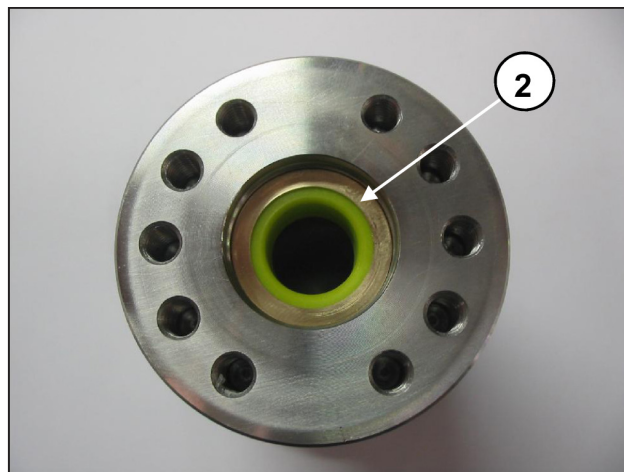
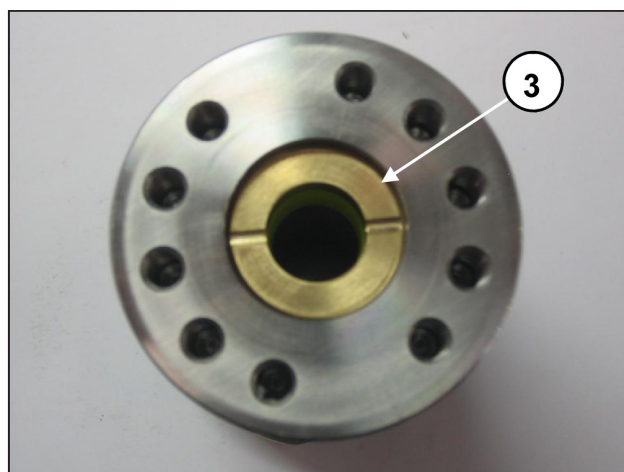
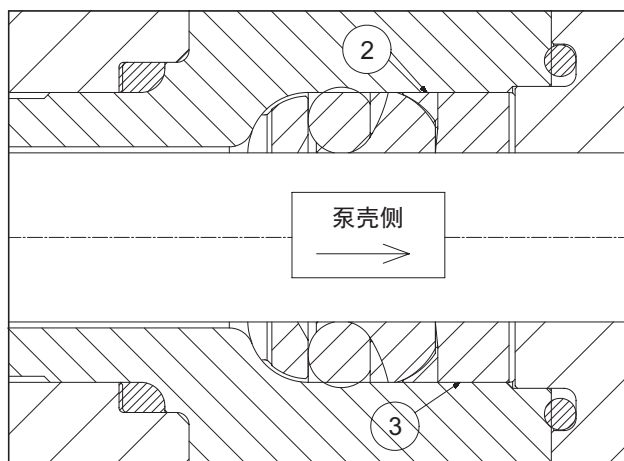

图 42
图 43
图 44
- 插入抗挤压环②和密封圈衬套③，定位如图 图 42、图 43、图 44所示。
密封圈衬套③插入底座时，排出口必须朝向外部（泵壳侧），如图 43和图 44所示。